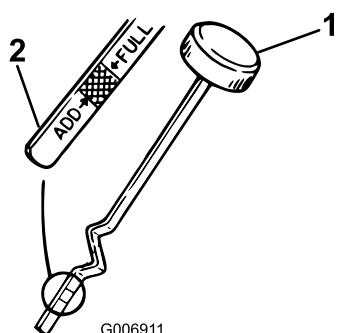

Figura 20
7. Svitare l'asta di livello dell'olio e pulite l'estremità metallica (Figura 20).